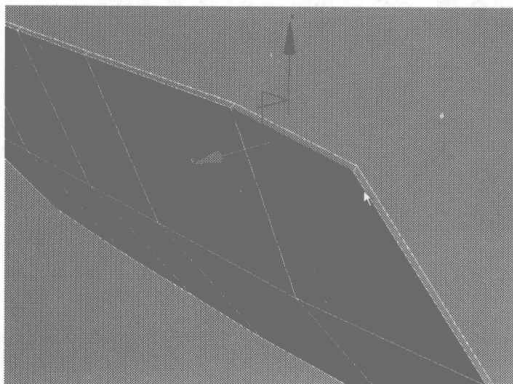
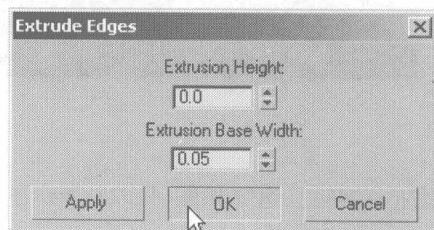

图 4.316
图 4.317
- 04** 选择如图 4.316 所示的边缘线, 在 Selection 卷展栏中单击 **Loop** 按钮, 选择其循环的曲线, 在 Edit Edges 卷展栏中单击 **Extrude** 右侧的小按钮, 在弹出的对话框中设置挤压参数, 如图 4.317 所示, 制作出圆滑的棱角边。